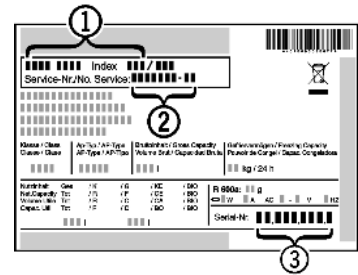

Fig. 15
- Наименование устройства Fig. 15 (1), сервисный № Fig. 15 (2) и серийный № Fig. 15 (3) считайте с заводской таблички. Заводская табличка находится внутри устройства слева.
- Обратитесь в сервисную службу и сообщите вид неисправности, наименование устройства Fig. 15 (1), сервисный № Fig. 15 (2) и серийный № Fig. 15 (3).